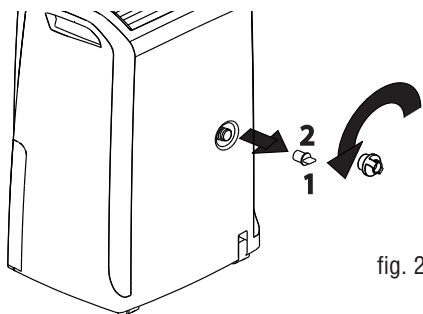

fig. 2
- 1) Desaperte o tampão de protecção **1** rodando-o no sentido contrário ao dos ponteiros do relógio e retire o tampão de borracha do bico **2** (fig. 2)